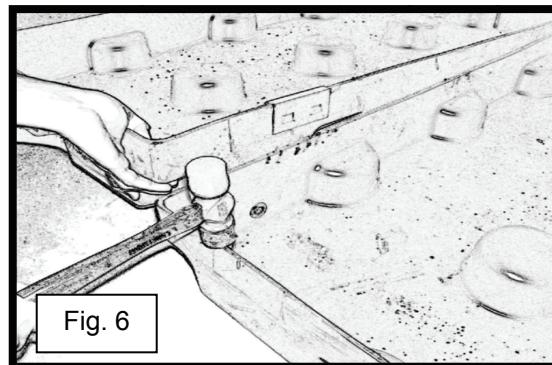

Fig. 6
- 2) Dopo ripetuti colpetti, i bancali dovrebbero separarsi (vedere fig. 6). Ripetere il punto 1 per staccare l'altra graffa di giunzione.